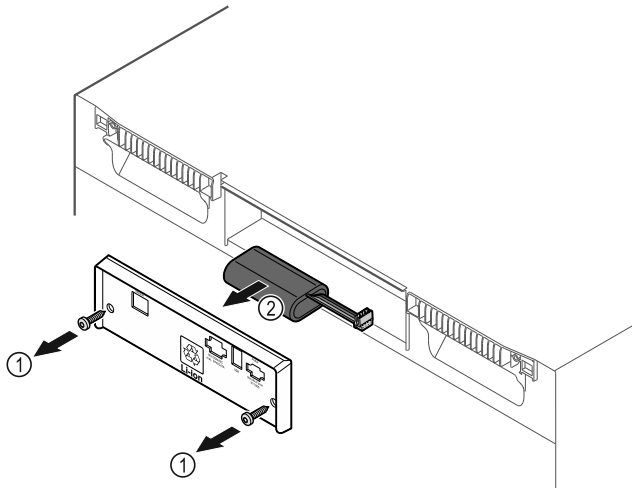

Fig. 229
- ▶ Išsukite varžtus ir nuimkite uždangalą galinėje prietaiso pusėje Fig. 229 (1).
- ▶ Atjunkite bateriją ir ją išimkite Fig. 229 (2).